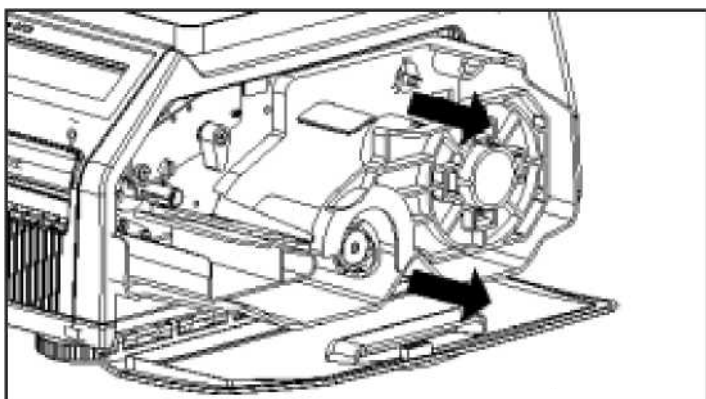

Рисунок 1.15 – Снятие картриджа
3. Выньте картридж (см. рисунок 1.15).